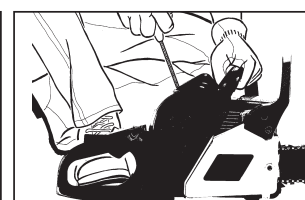

Рис. 9D
5. Положите цепную пилу на ровную поверхность. Держите пилу твердо и аккуратно, как показано на рисунке (Рис. 9D).
6. Потяните тросик стартера примерно 4~6 раз, запустится двигатель, затем перейдите к шагу 8. Если двигатель не запускается, перейдите к шагу 7 (Рис. 9D).